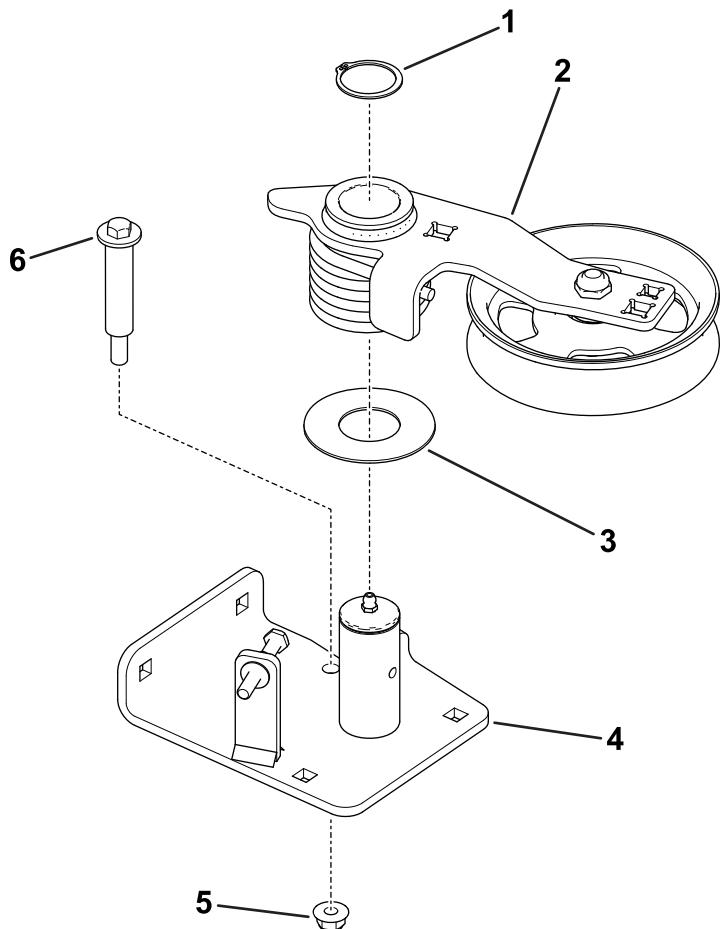

Bild 4
5. Entfernen Sie die Ansatzschraube von der Spannschwingenplatte und entlasten Sie dann die Spannung der Spannscheibenfeder (Bild 4).
6. Entfernen Sie den Halterung, mit dem der Spannarm an der Spannschwinge befestigt ist (Bild 4).